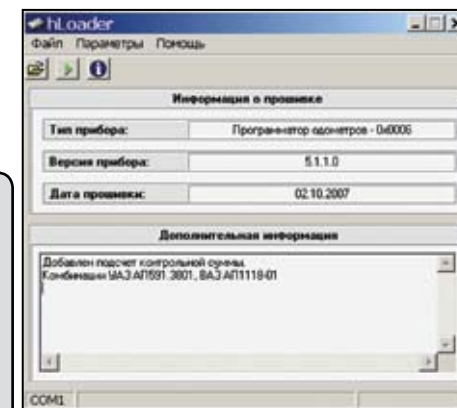

Рисунок 5. Окно программы hLoader. Общий вид
7.5 В окне программы выбрать файл с прошивкой (Файл > Открыть)  , на экране появится информация о ней рисунок 5.